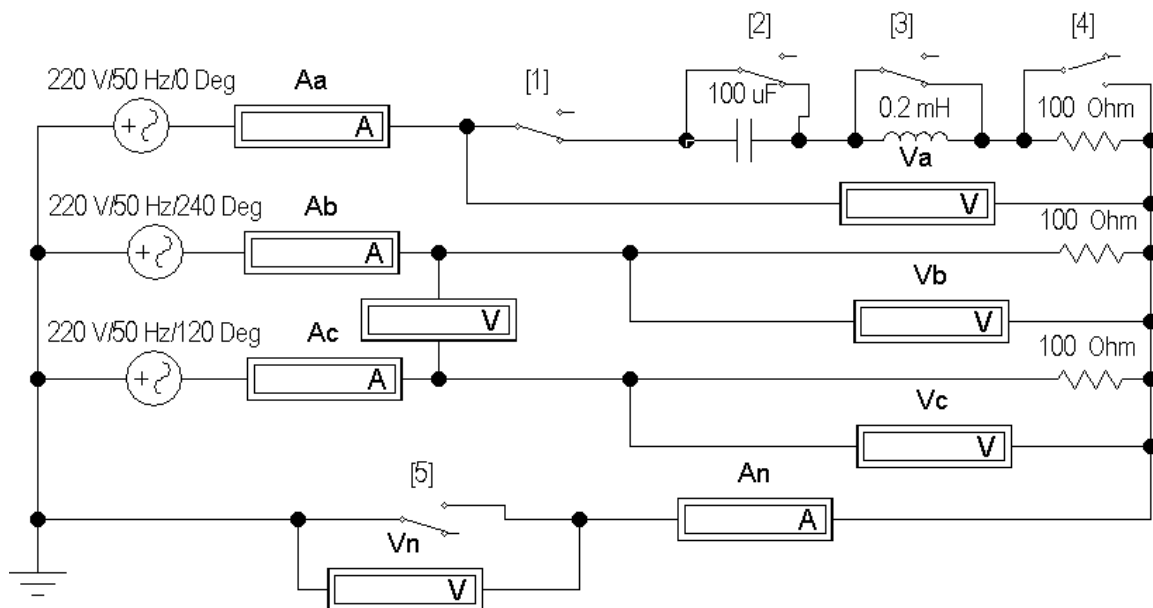

Рис. 3.3
В работе проводится исследование цепи, схема которой показана на рис. 3.3. Питание цепи осуществляется от трех источников синусоидального напряжения частотой 50 Гц. ЭДС источников имеют одинаковую амплитуду, а их фазы сдвинуты на  $120^\circ$  так, что образуют симметричную систему прямой последовательности. Значения ЭДС и параметров нагрузки, соответствующие варианту цепи, нужно выбрать согласно своему варианту в табл. 3.1.
1. Собрать схему, показанную на рис. 3.3, и установить ее параметры согласно табл. 3.1 в соответствии со своим вариантом схемы.